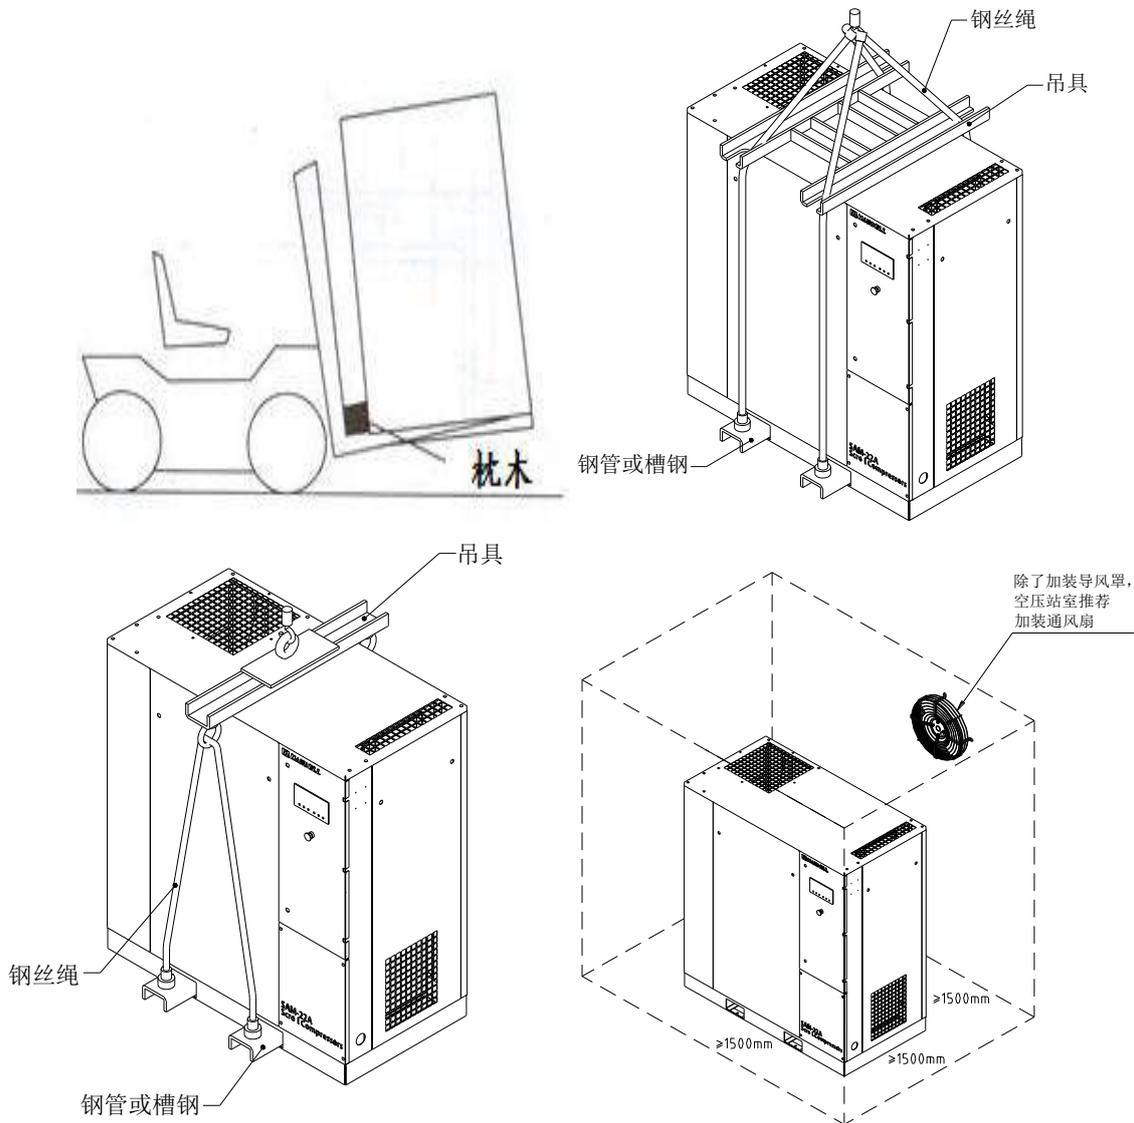

图 3-2
- 4) 空压机周围及上方排风扇均应至少保有 1500 mm 以上的保养空间(如图 3-2)。
本章之内容请详加阅读以保障客户权利，在搬运时请依图 3-2 所述方式进行，以防止意外发生及机组损坏。
开箱后机组的搬运安装工作要按有关搬运注意事项严格进行，机组底座下面设有两个叉车孔，叉运时，应放置垫木以防叉车把机组门板压坏（见图 3-2）。如果使用吊索，一定要用横杆，横杆可以抵消吊索产生压向箱体的侧面压力。